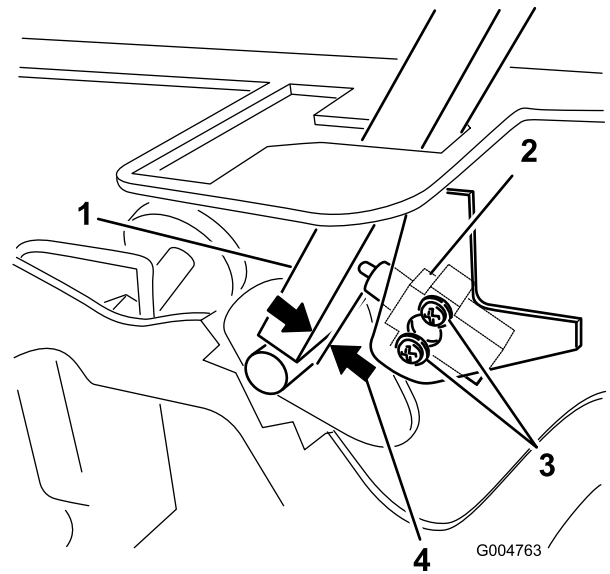

Figura 54
3. Afloje los 2 tornillos que fijan el interruptor de seguridad (Figura 54).
4. Sujetando la palanca de control contra el bastidor, mueva el interruptor hacia la palanca hasta que la distancia entre la palanca y el cuerpo del interruptor sea de 0,4 a 1 mm (Figura 54).